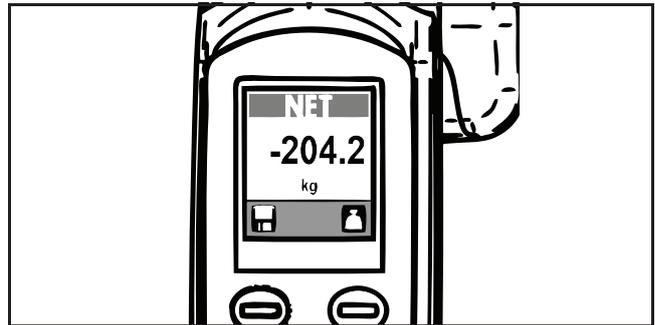

Fig. 59
**NOTA:** SOLO PER BILANCE EUROPEE, se il display mostra alternativamente il simbolo più grande "TILT" e il simbolo della bilancia, rimettere MAXI MOVE in piano in modo che la bilancia possa essere azionata correttamente (vedere fig. 59).